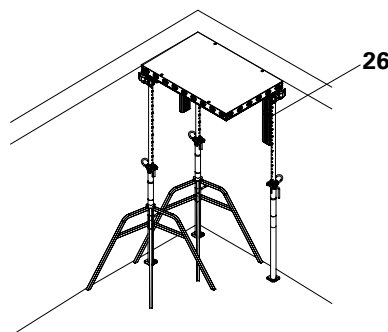

Fig. D2.05
7. Assicurare il pannello a entrambe le pareti con il supporto parete DUO 82 (26). (Fig. D2.05)